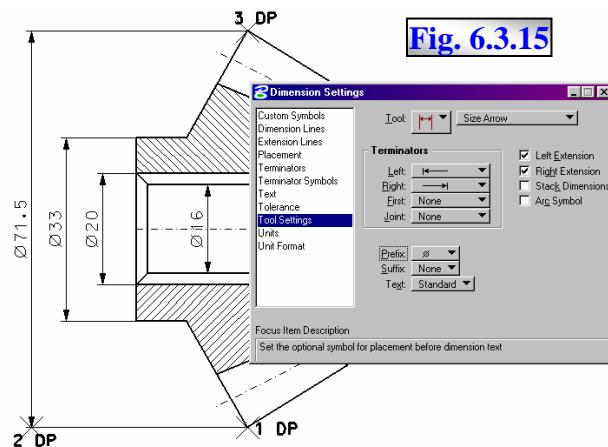

Fig. 6.3.15
11. Dimensionarea cotelor diametrale: $\Phi 71.5$, $\Phi 33$, $\Phi 20$, $\Phi 16$, fig. 6.3.15 – aceste dimensiuni sunt cote lineare, a căror text de cotă trebuie precedat de prefixul Φ ; această setare se realizează prin fereastra **Dimension Settings**, categoria **Tool Settings**, & 4.19.3.9, **Tool→ Dimension Size With Arrows, Prefix→ Φ** , fig. 6.3.15;
11.2 Pentru fiecare din cotele precizate și exemplificate în fig. 6.3.15 se execută următoarele operații, similar celor descrise pentru cota $\Phi 71.5$: